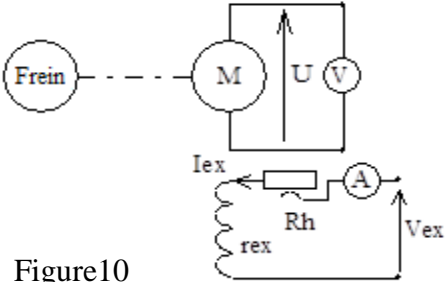

Figure10
- 1) Réaliser le montage suivant Figure 10.